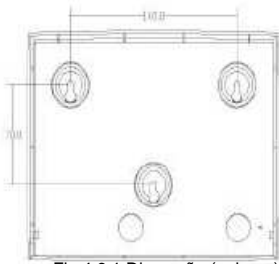

Fig.4.6.1 Dimensão (pol;mm)
2. Marque as perfurações para as 3 aberturas de parafuso em uma parede lisa, fure os buracos, coloque os parafusos de expansão e insira os parafusos frouxamente (Fig. 4.6.1).